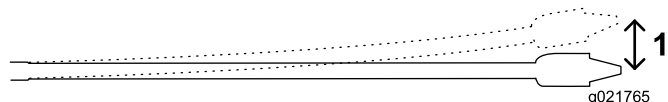

Рисунок 25
Трубы длиной 3 м (10 футов), используемые в данной машине, можно изгибать с наклоном 8% по всей длине трубы; это равно отклонению от прямого пути, составляющему не более 20 см (8 дюймов) (Рисунок 25).
- Вы вставляете первые 3 м (10 футов) бурильной трубы с долотом в землю без изгиба. Конец бурового долота будет на глубине 76 см (Рисунок 25).